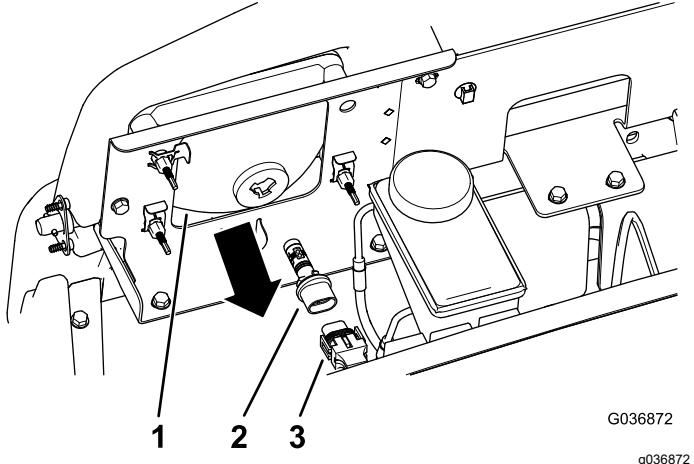

Figure 51
3. Débranchez le connecteur électrique de faisceau du connecteur de l'ampoule au dos du boîtier du phare (Figure 51).
4. Tournez l'ampoule d'un quart de tour dans le sens antihoraire et tirez-la en arrière hors du boîtier (Figure 51).
5. Insérez l'ampoule neuve dans le boîtier du phare et alignez les languettes sur les fentes du boîtier (Figure 51).
6. Fixez l'ampoule en place en la tournant d'un quart de tour dans le sens horaire (Figure 51).
7. Branchez le connecteur électrique de faisceau sur le connecteur de l'ampoule neuve (Figure 51).